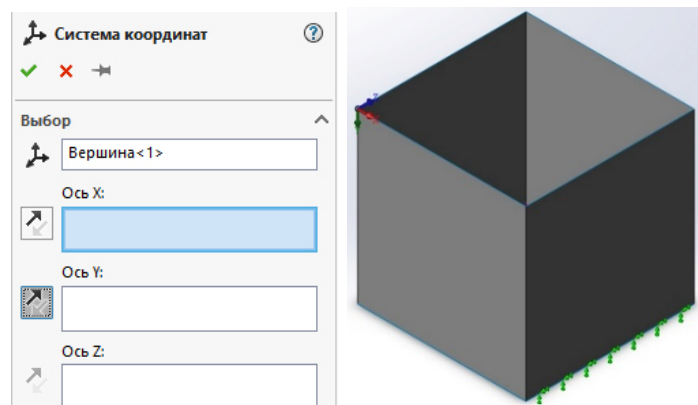

Рис. 4.155
– біля рядка **Ось Y** відзначимо *Реверс направления* (рис. 4.155).